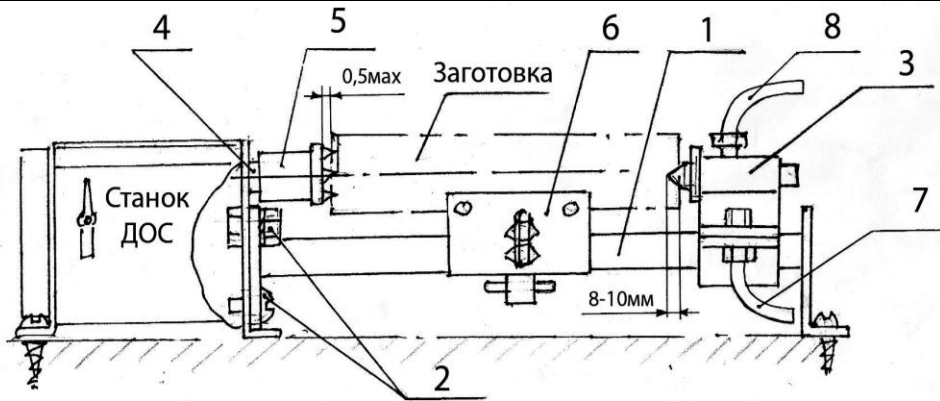
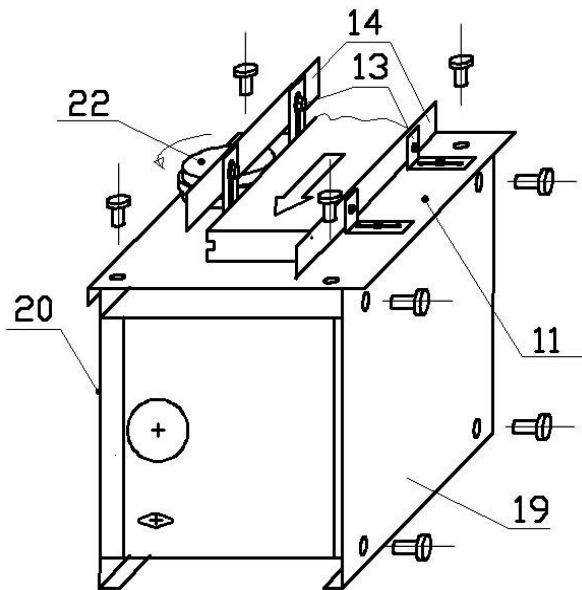
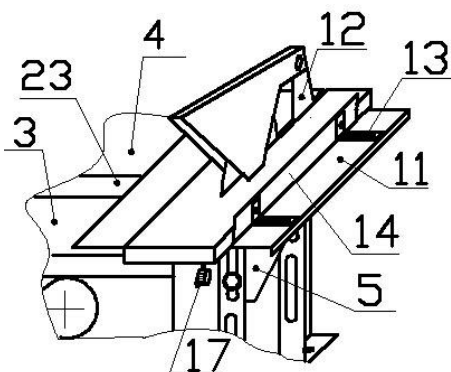
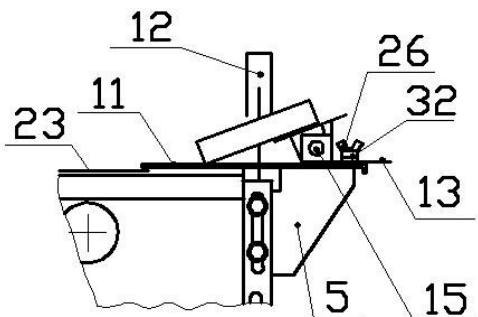

Рис.12.
Рис. 11
Рис. 8
Рис. 9
4.7. Шлифование дисковое. (Рис.8)
- Установить пильный стол (11);
4.8. Токарные операции (см. Рис.12 и Инструкцию по установке токарной приставки ТП-5, ТП-6 к станкам типа ДОС).
Токарная обработка производится с помощью токарной приставки, устанавливаемой с правой стороны станка (рис.12), вертикальное фрезерование – при установке станка на левый бок с помощью двух оснований корпуса (19) и (20), устанавливаемых снизу и сверху станка (рис. 11)
- Установить и закрепить фрезу (22), регулируя ее положение шайбами и втулками;
- Установить на боковые уголки над валом кронштейны пильного стола (5) и пильный стол (11), защиту вала (23);
- Установить на пильный стол (11) регулировочные уголки (13) и направляющую линейку (14);
4.6. Фрезерование вертикальное. (Рис.11). (все модификации Ф)
- Установить на пильный стол (11) разделительный нож с защитным козырьком (п.12 на Рис.8);
- Установить на станок кронштейны пильного стола (5);
- Установить пильный стол (11) на кронштейны пильного стола (5) прорезью на пильный диск (28) и закрепить его. При необходимости отрегулировать положение разделительного ножа с козырьком (12) точно сзади в плоскости пильного диска перемещением по столу, или меняя шайбы пилы (29) местами (шайбы разной толщины – 3 мм и 4 мм);
- Установить регулировочные уголки (13) и направляющую линейку (14) на нужный размер пиления, подложив под зажимные барашки (26) шайбы (32). При необходимости установить угловую линейку (п.15 на Рис.9);
- Закрепить винтом защиту вала (23) и контрольный винт (17).